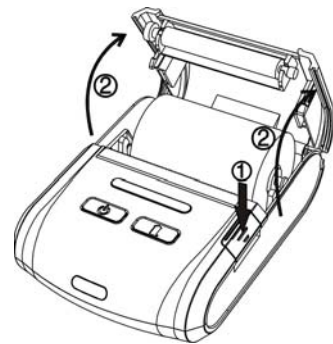
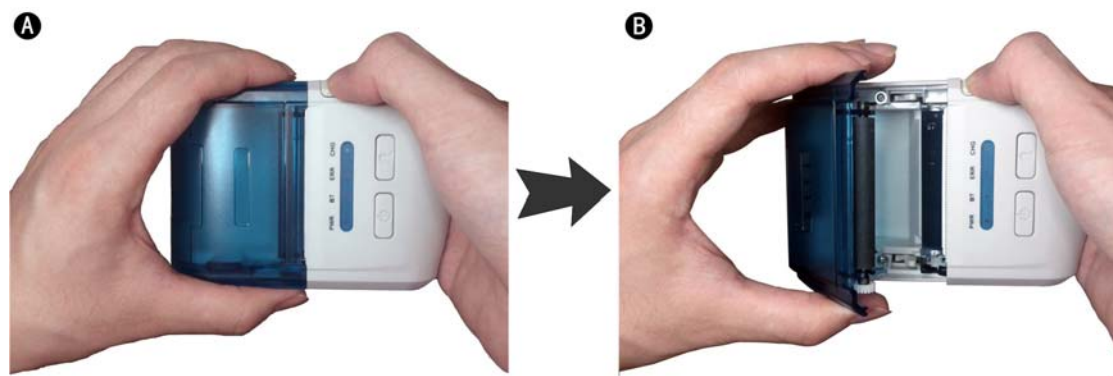

图 2.2 打开纸仓盖示意图
图 2.3 打开纸仓盖操作
- ① 将打印机托在手中。
- ② 一只手按下开盖按钮，同时另一只手稍用力将纸仓盖提起，如图 2.2及图 2.3所示。
注意：请务必按照图 2.3 所示操作方法打开纸仓盖，其他非规范操作造成的打印机损坏，不提供保修服务！